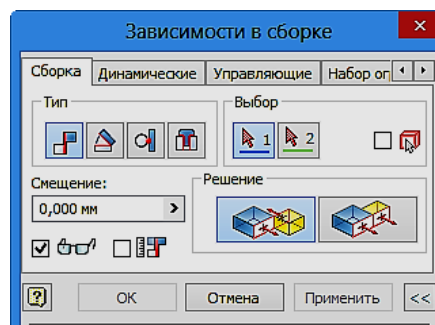

Рис. 3.40. Диалоговое окно «Зависимости в сборке»
4. На вкладке «Сборка» в поле «Тип» по умолчанию установлено значение «Совмещение» . При необходимости нажмите кнопку «Совмещение» , в поле «Решение» выберите кнопку «Совмещение»  (рис. 3.40).